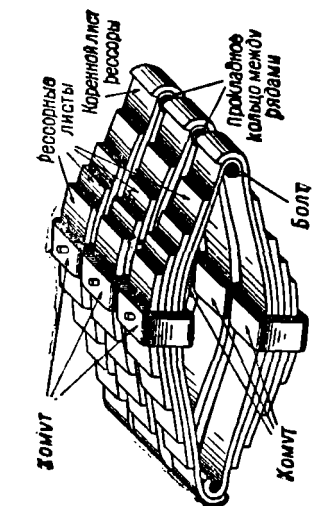

Рис. 133. Трехрядная шарнирная рессора.
**Трехрядная шарнирная рессора** (рис. 133). Здесь концы рессор образуют ушки, через которые пропускаются стержни, соединяющие весь комплект. Таким образом ушки рессор, заходящие одно за другое, образуют шарниры. Рессоры эти отличаются плавностью хода, однако, трудность изготовления ушек и частая поломка их ограничили круг применения этих рессор лишь спальными вагонами прямого сообщения (6. Международное О-во).